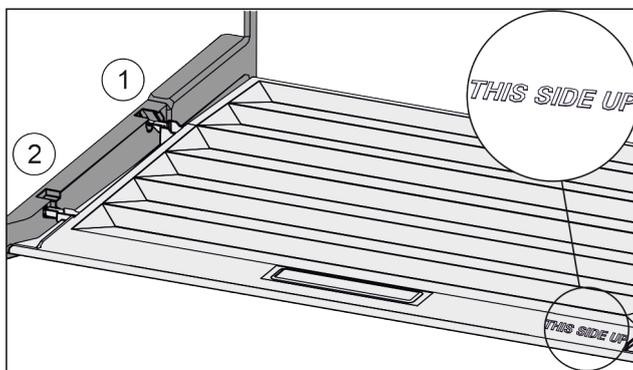

Fig. 129
- ▶ Introduceți nervura capacului prin orificiul suportului posterior Fig. 129 (1) și înclichetați-l în față în suport Fig. 129 (2).